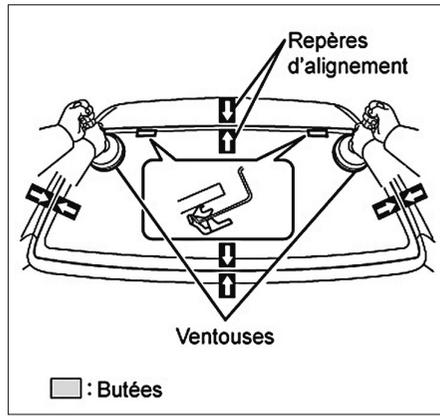

FIG. 147
• Poser le pare-brise et s'assurer que les ajustement soient correctes (Fig.147).